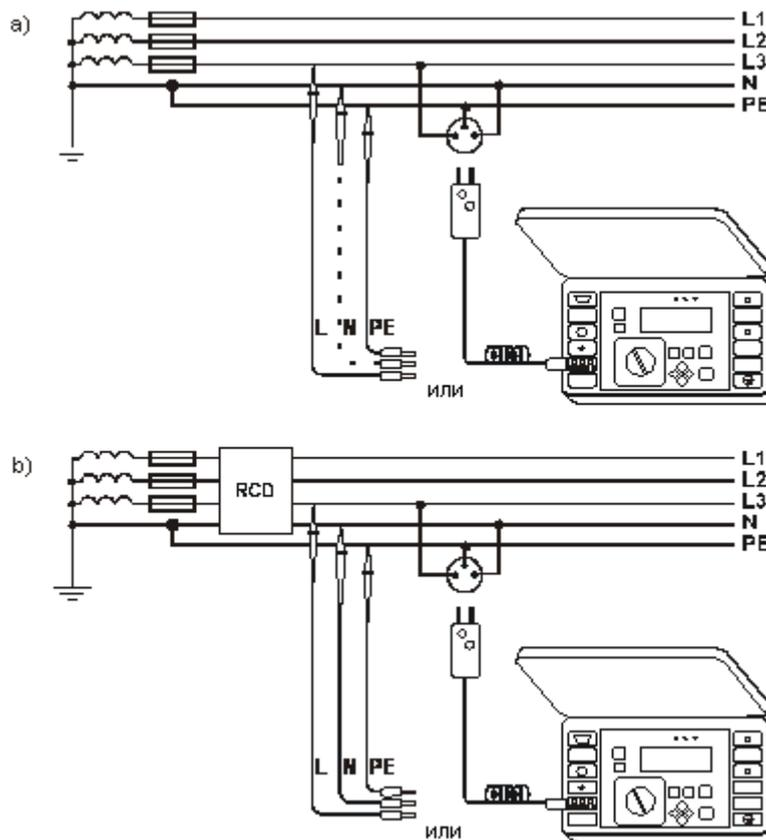
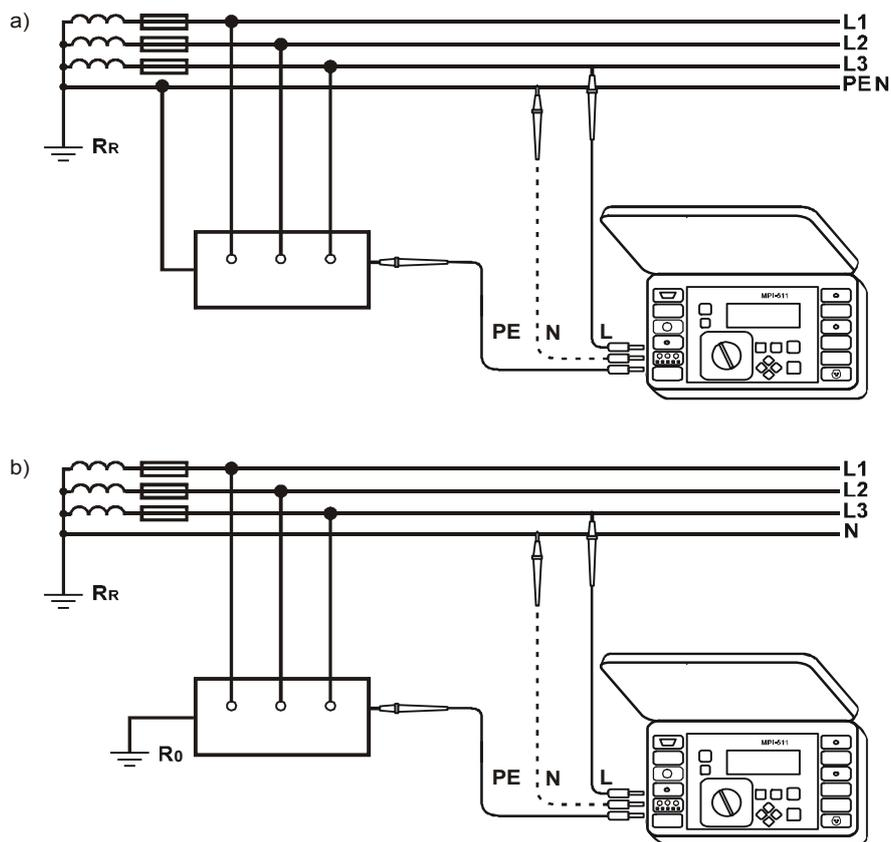

Рис.12. Измерение напряжения и полного сопротивления в защитной цепи (L-PE)
Рис.13. Тестирование эффективности защиты корпуса электроустановки в случае: а) сети TN, б) сети TT.
измерительные провода подключить согласно Рис. 12а или 13;
- измерительные провода подключить согласно Рис.12б или Рис.13 (провод N должен быть подключен);